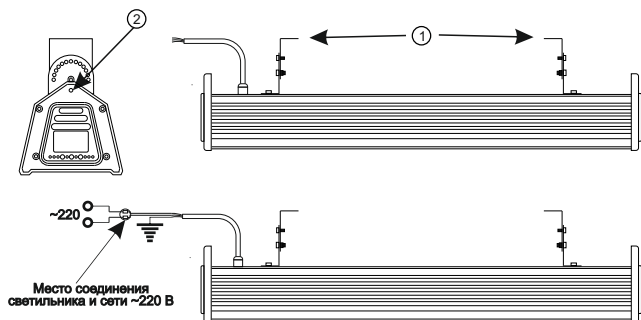

Рисунок 2 — Схема подключения изделия
Светильник SkatLED M-150L(37) может быть как накладным, так и подвесным. При накладном варианте установки, светильник крепится на уголках (рис. 2). В случае подвеса светильника используется трос который закрепляется в отверстиях в боковых крышках светильника (рис. 2).
Подключение изделия должно производиться при отключенном сетевом напряжении в следующей последовательности (см. рисунок 2):